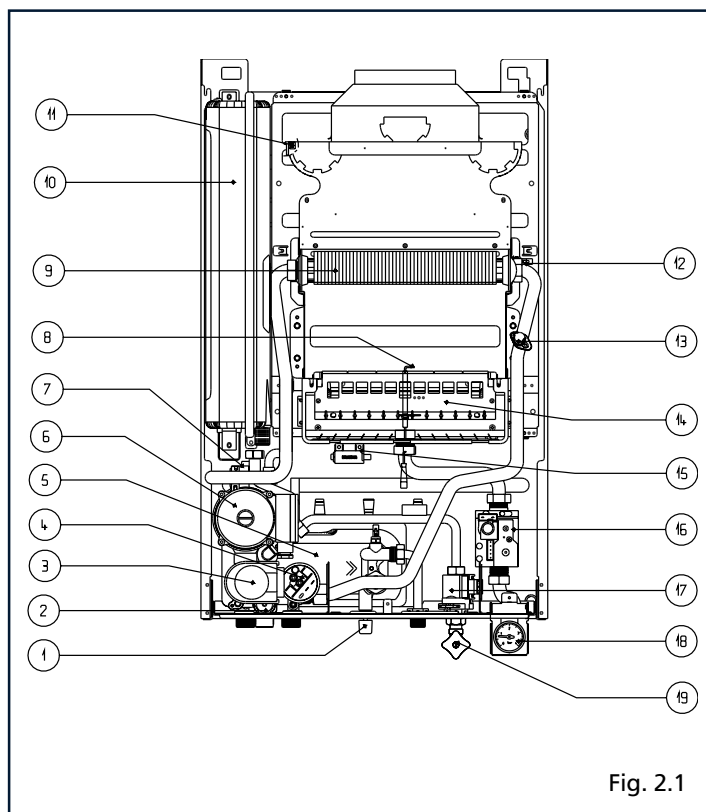

Fig. 2.1
La caldaia è dotata di un sistema di controllo della corretta evacuazione dei prodotti della combustione - termostato fumi (11) (fig. 2.1) - che, in caso di anomalia interrompe tempestivamente il funzionamento dell'apparecchio.